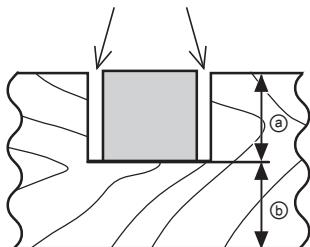

Fig. 46
Les encoches dans les pièces se découpent comme indiqué à la Fig. 46 en réglant le boulon de réglage de la profondeur de 6 mm.
- (2) Régler la profondeur de coupe voulue en réglant la distance entre la lame et la surface de la plaque tournante (voir (b) à la Fig. 46).